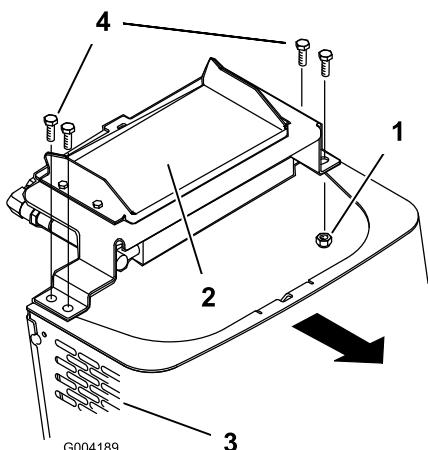

Figura 31
- Rimuovete i bulloni di spallamento e i dadi che fissano il radiatore dell'olio alla parte superiore della griglia anteriore (Figura 31).